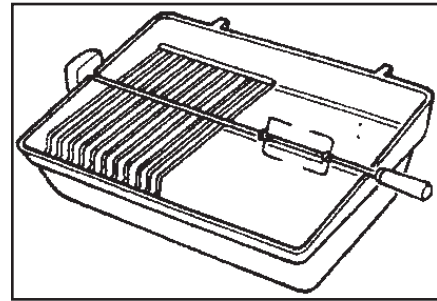

Fig. 11
2. La rotisserie se puede utilizar con un rejilla de la cocina si hay sitio suficiente. Coloque la carne más cercana al asidero en el asador para hacer manejando más fácil. (Fig. 11)